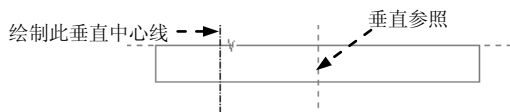

图 5.2.52 绘制垂直中心线
③ 绘制、标注截面。
a) 绘制一条图 5.2.52 所示的垂直中心线。
说明：由于基础特征的拉伸类型是“对称”拉伸，所以在绘制图 5.2.52 所示的垂直中心线时，可以直接画在图 5.2.52 所示的垂直参照（RIGHT 基准平面）上，系统会自动捕捉并添加重合约束。